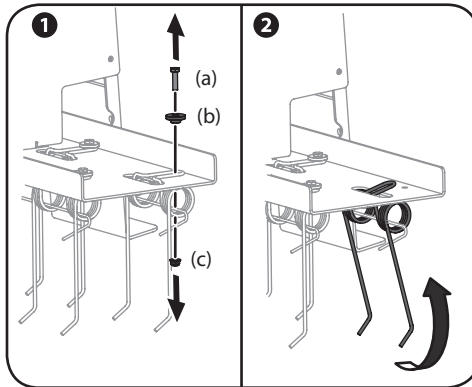

Figura 5-1
1. Extraiga el tornillo hexagonal (a), el separador con reborde (b) y la tuerca (c) que sujetan el diente flexible de la parte superior de la bandeja. Vea 1 en la Figura 5-1.
2. Rote el diente flexible hacia adelante. Vea 2 en la Figura 5-1.